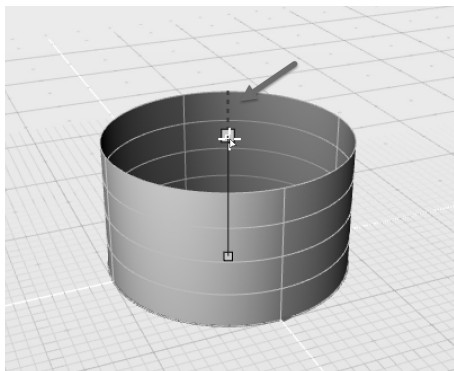

图 4-23 沿曲线法线方向挤出
1) 打开素材文件夹“练习 (4.3.1_2)”中的 Evolve 文件, 使用曲线“圆#1”。基于这条曲线挤出一个曲面, 确保挤出方向沿源曲线“圆#1”的垂直 (法线) 方向 (按住〈Shift〉键, 或沿红色虚线方向), 如图 4-23 所示。